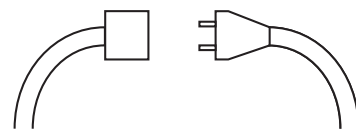

Fig. 1
1. Branchez la fiche du cordon électrique sur la rallonge (Fig. 1).
- Débranchez la fiche du cordon électrique de la rallonge (Fig. 1).